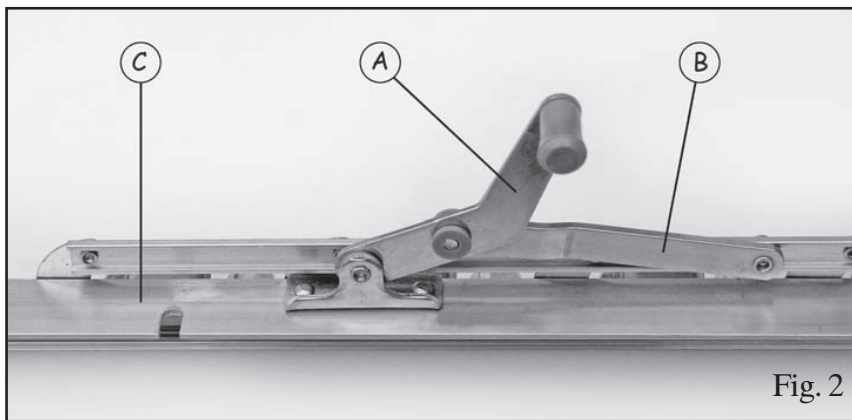
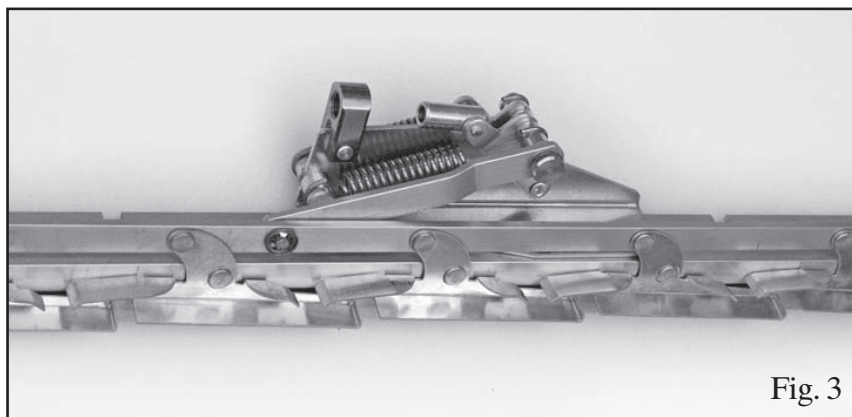
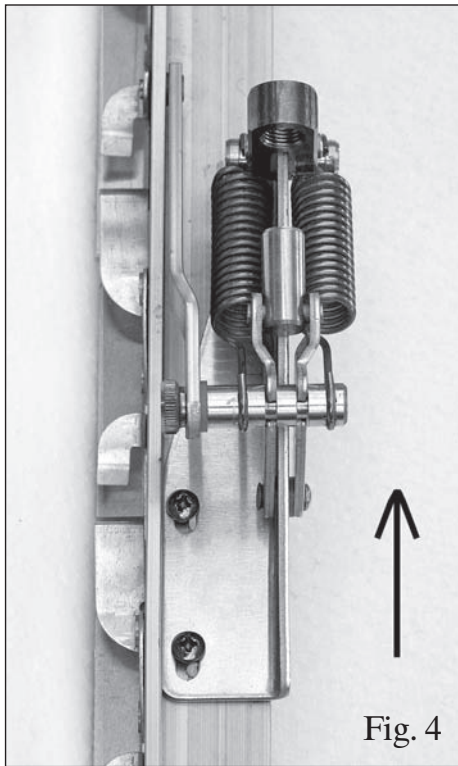

Fig. 2
Fig. 3
Fig. 4
Voir figure 2
2. Il est plus facile d'installer le dispositif lorsque le mécanisme de la fenêtre à jalousies (C) et sa poignée (A) sont démontés (voir fig. 2)
3. Retirez la poignée (A). Si elle est fixée par des rivets, vous devrez les remplir ou les retirer à la perceuse.
4. Retirez la vis papillon (6), installez le bras de connexion (B) sur le dispositif et réinstallez la vis papillon (voir fig. 3)
5. Placez le dispositif à l'endroit de la poignée d'origine, appuyez le dispositif sur le bras de connexion jusqu'à ce que le mécanisme soit totalement fermé. Marquez la position des deux trous de fixation du bras du dispositif (5) sur le mécanisme de la fenêtre à jalousies.
7. Fixez le dispositif avec les vis auto-perceuses fournies, mais ne serrez que légèrement pour l'instant (voir fig. 4)